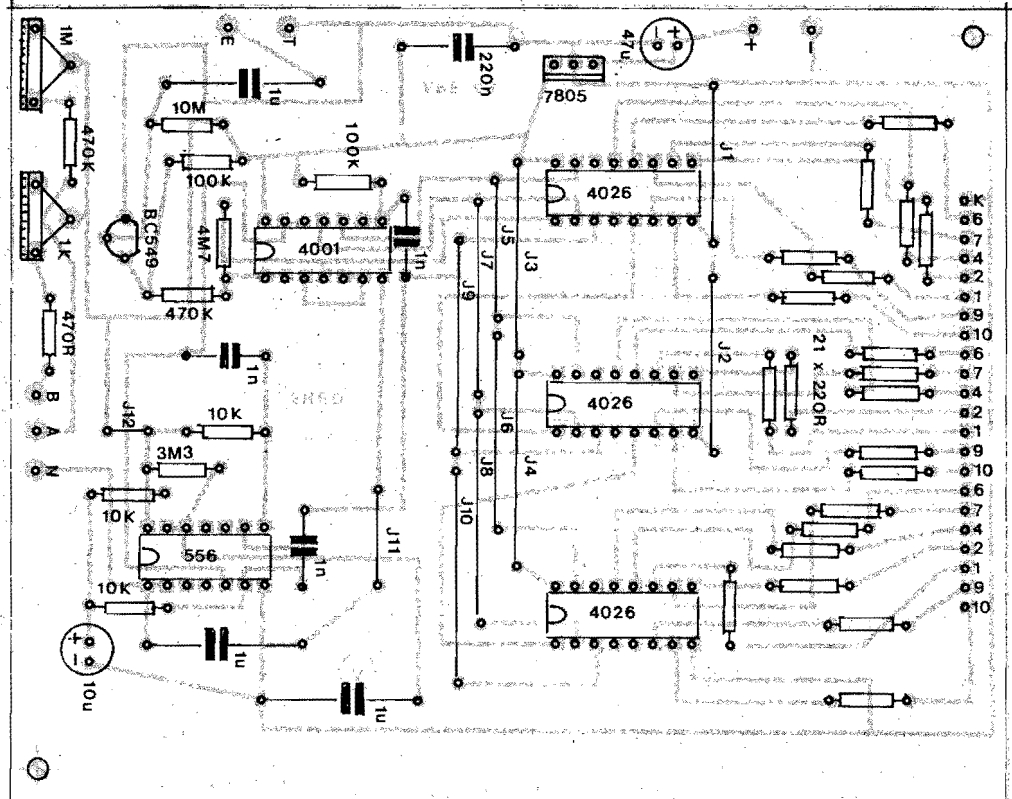

Fig.6
- **FIG. 6 - CHAPEADO DA PLACA "A"** - O outro lado (não cobreado) da placa A, agora mostrando a colocação de praticamente todas as peças do circuito (salvo os **displays**, que ficam na outra placa, e os chaveamentos, externos...). Observar com **MUITA ATENÇÃO** a colocação dos componentes polarizados: Integrados, transístor e capacitores eletrolíticos... Os Integrados estão referenciados pela sua extremidade marcada (o 7805 tem sua lapa metálica voltada para o interior da placa...), o transístor tem, para "ajudar", o seu lado "chato", e